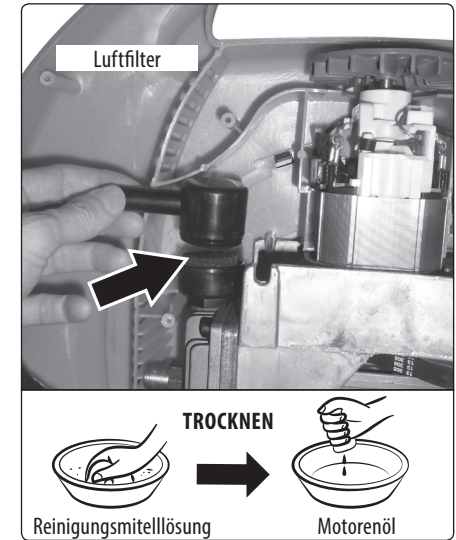

Abb.15
- Führen Sie ab und zu eine Kontrolle des Luftfilters durch, ob dieser nicht zugesetzt ist. Ein zugesetzter Luftfilter kann den Kompressor beschädigen. Der Luftfilter befindet sich unter der Kunststoffabdeckung im Innenbereich des Kompressors lt. Abb. 15. Ist der Luftfilter zugesetzt, waschen Sie ihn in einer Reinigungsmittellösung (nicht in der Waschmaschine), lassen Sie ihn gründlich austrocknen, dann tauschen Sie ihn in Motorenöl ein und wringen Sie ihn anschließend aus. Dann setzen Sie ihn wieder an seine ursprüngliche Stelle. Ist der Filter zu sehr zugesetzt oder gar beschädigt, ersetzen Sie ihn mit einem Originalersatzteil vom Hersteller.